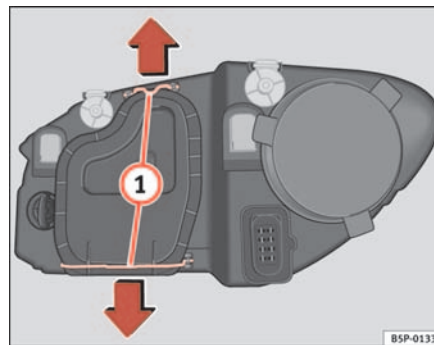

Abb. 175 Abblendlicht
- Die Streben ⇒ Seite 250, Abb. 175 ① in Pfeilrichtung verschieben und den Deckel abnehmen.